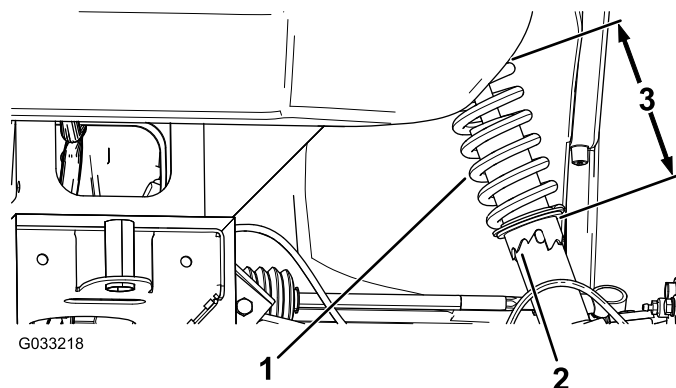

Рисунок 58
1. Используя инструмент (№ 132-5069 по каталогу Toro), поверните кольцо на амортизаторе, чтобы изменить длину пружины (Рисунок 58).